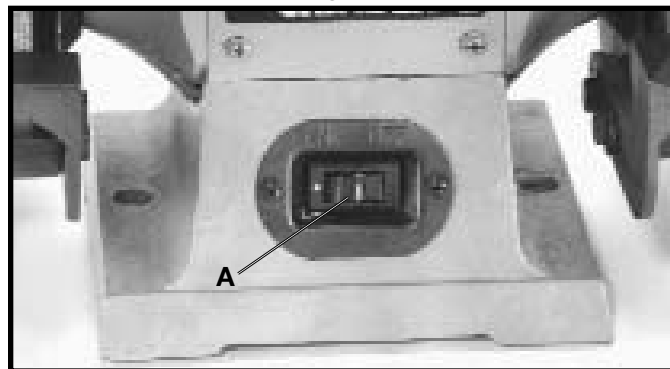

Fig. 14
El interruptor (A) Fig. 14 está situado en la parte delantera de la rectificadora. Para **ENCENDER** la rectificadora, oprima la porción izquierda del interruptor, y para **APAGARLA**, oprima la porción derecha del interruptor.